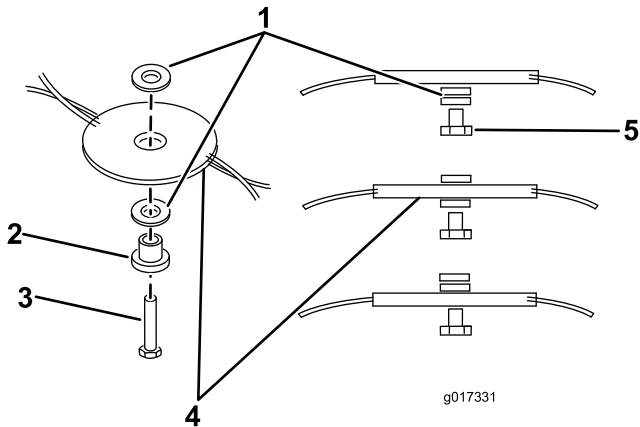
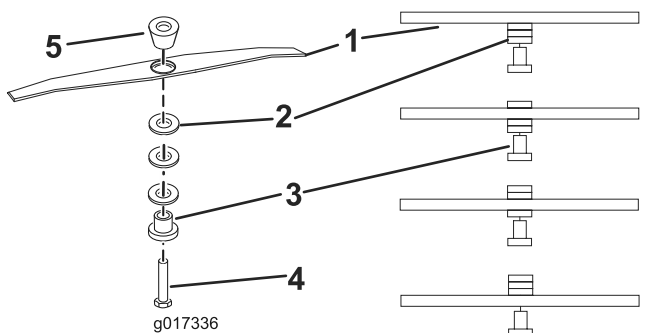

Figura 13
Figura 14
6. Coloque los espaciadores a la altura deseada y vuelva a instalar el hilo de corte/barra de corte (Figura 14, Figura 13).